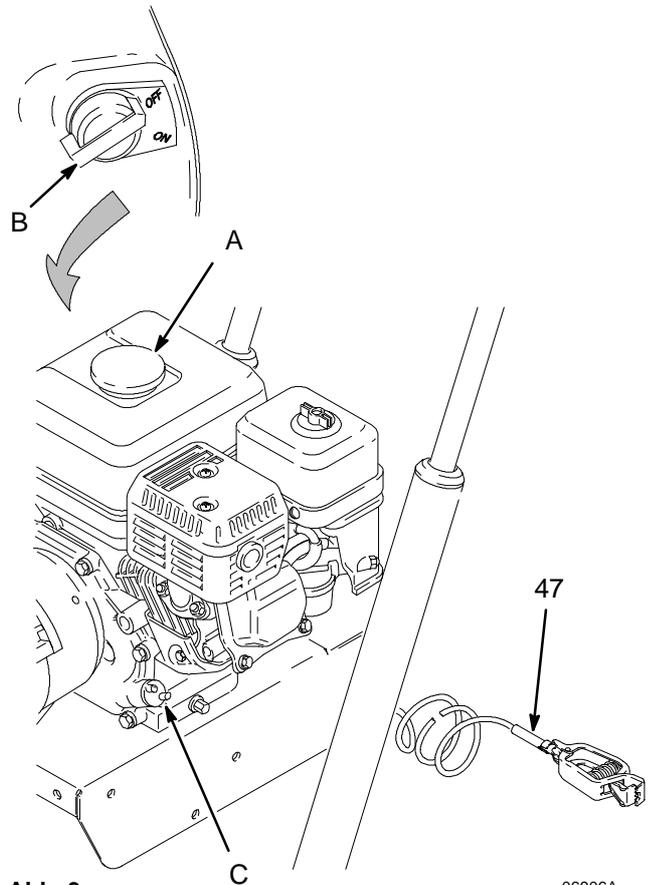

Abb. 3
5. **Motorölstand kontrollieren.** Siehe dazu die im Lieferumfang enthaltene Betriebsanleitung für den Honda-Motor. Hier eine kurze Zusammenfassung der dort enthaltenen Informationen: Einen der Öleinfüllstopfen (C) abnehmen; das Öl sollte fast überfließen. Siehe Abb. 3. Öl nach Bedarf nachfüllen.